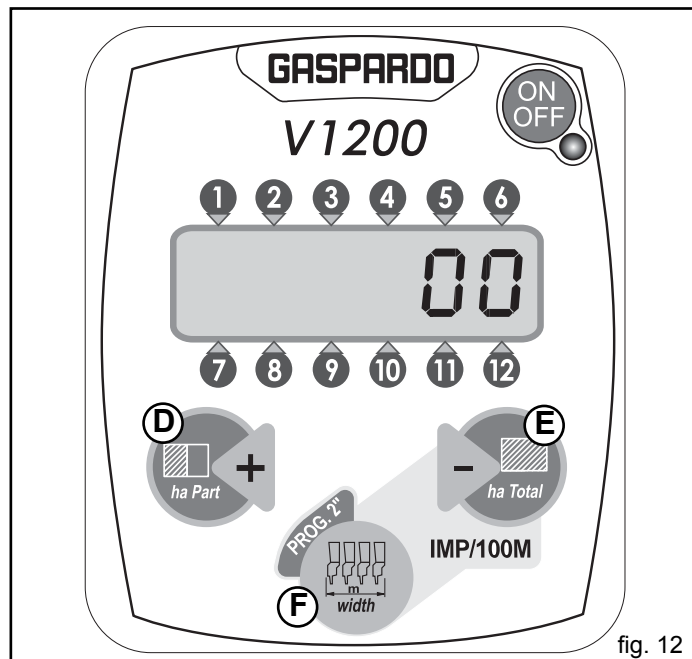

fig. 12
La pornire monitorul efectuează un test de circa 2 secunde, în timpul căruia se aprind toate segmentele ecranului și semnalatorul acustic (buzzer). La sfârșitul testului sunt vizualizate pentru circa 3 secunde orele de lucru, în acest timp este posibil să aduceți la zero orele, ținând apăsată oricare dintre tastele (D) (E) (F) (Fig. 12). Apoi pe ecran apare valoarea suprafeței parțiale lucrate. Din acest moment puteți începe programarea cu diverșii parametri sau puteți vizualiza suprafața totală lucrată.